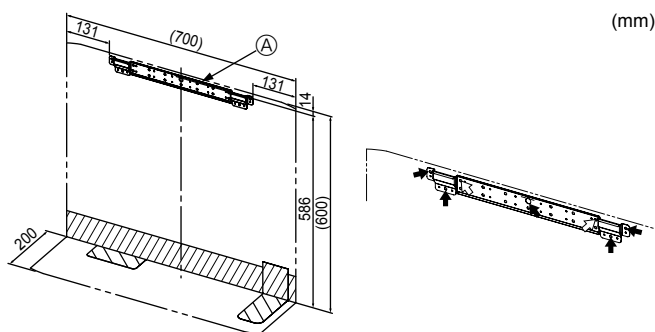

Fig. 3-1
- Die Halterung fest an der Wandstruktur (Bolzen usw.) installieren. (Fig. 3-1)
① Montagehalterung für Innenanlage